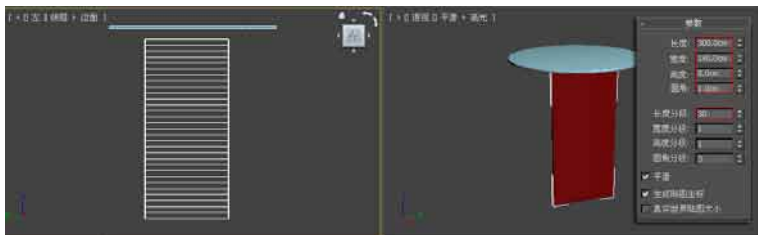

图3.34 创建切角长方体
- 04 在扩展基本体创建命令面板中单击 **切角长方体** 按钮，在左视图中创建一个切角长方体，设置参数如图3.34所示，并将其命名为“茶几腿”。